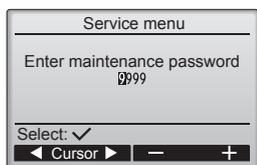

Fig. 6-2
① Выберите в Главном меню пункт "Service" (Сервисное обслуживание) и нажмите кнопку [✓].
② После выбора Сервисного меню появится окно ввода пароля. (Fig. 6-2)